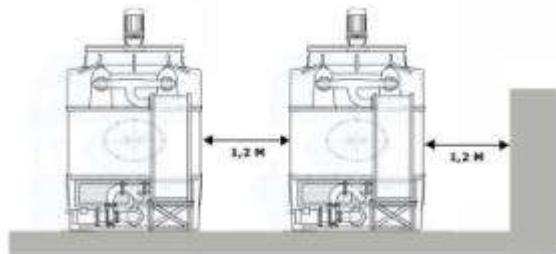

Fig. 28
d) Due to reasons of operation and maintenance, a distance of, at least, 1,2 meters must be kept between the tower and the nearby walls or between two towers (Figure 28).
d) Pour des raisons de fonctionnement et d'entretien, on doit garder, au minimum, une distance de 1,2 mètres entre la tour et les murs autour ou entre les tours elles mêmes (figure 28).